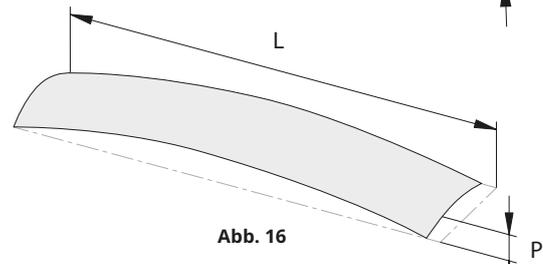

Abb. 16
6.4.2 Zugelassene Abweichung P – Längsdurchbiegung, siehe Abb. 16: